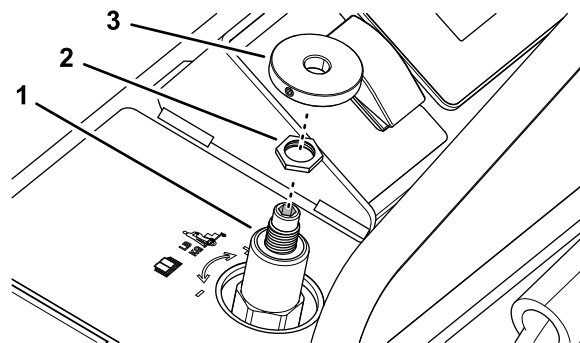

Figure 59
1. Tournez la vis dans le bouton de la commande de réglage dans le sens horaire jusqu'à ce que le bouton se détache de l'axe de la commande (Figure 59).
2. Vérifiez que l'écrou de blocage est serré sur l'axe de la commande de réglage du poids de l'utilisateur (Figure 59); voir l'opération 6 sous Réglage de la commande de réglage du poids de l'utilisateur \(page 50\).
3. Assemblez le bouton sur l'axe de la commande de réglage du poids de l'utilisateur (Figure 59).
3. Desserrez l'écrou de blocage de la commande de réglage du poids de l'utilisateur, voir Figure 59 sous Assemblage du bouton de la commande de réglage du poids de l'utilisateur \(page 50\).